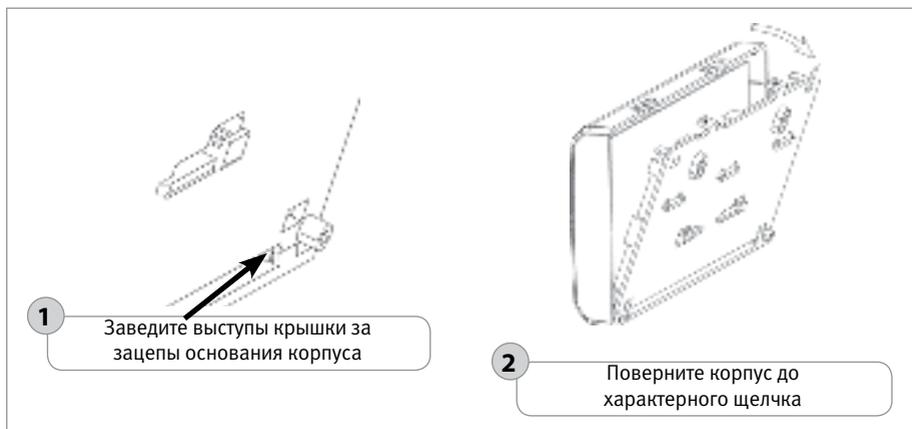

Рисунок 19. Установка крышки блока «Сигнал-20П»
- 2.5. Установите крышку блока в порядке, указанном на рис. 19.